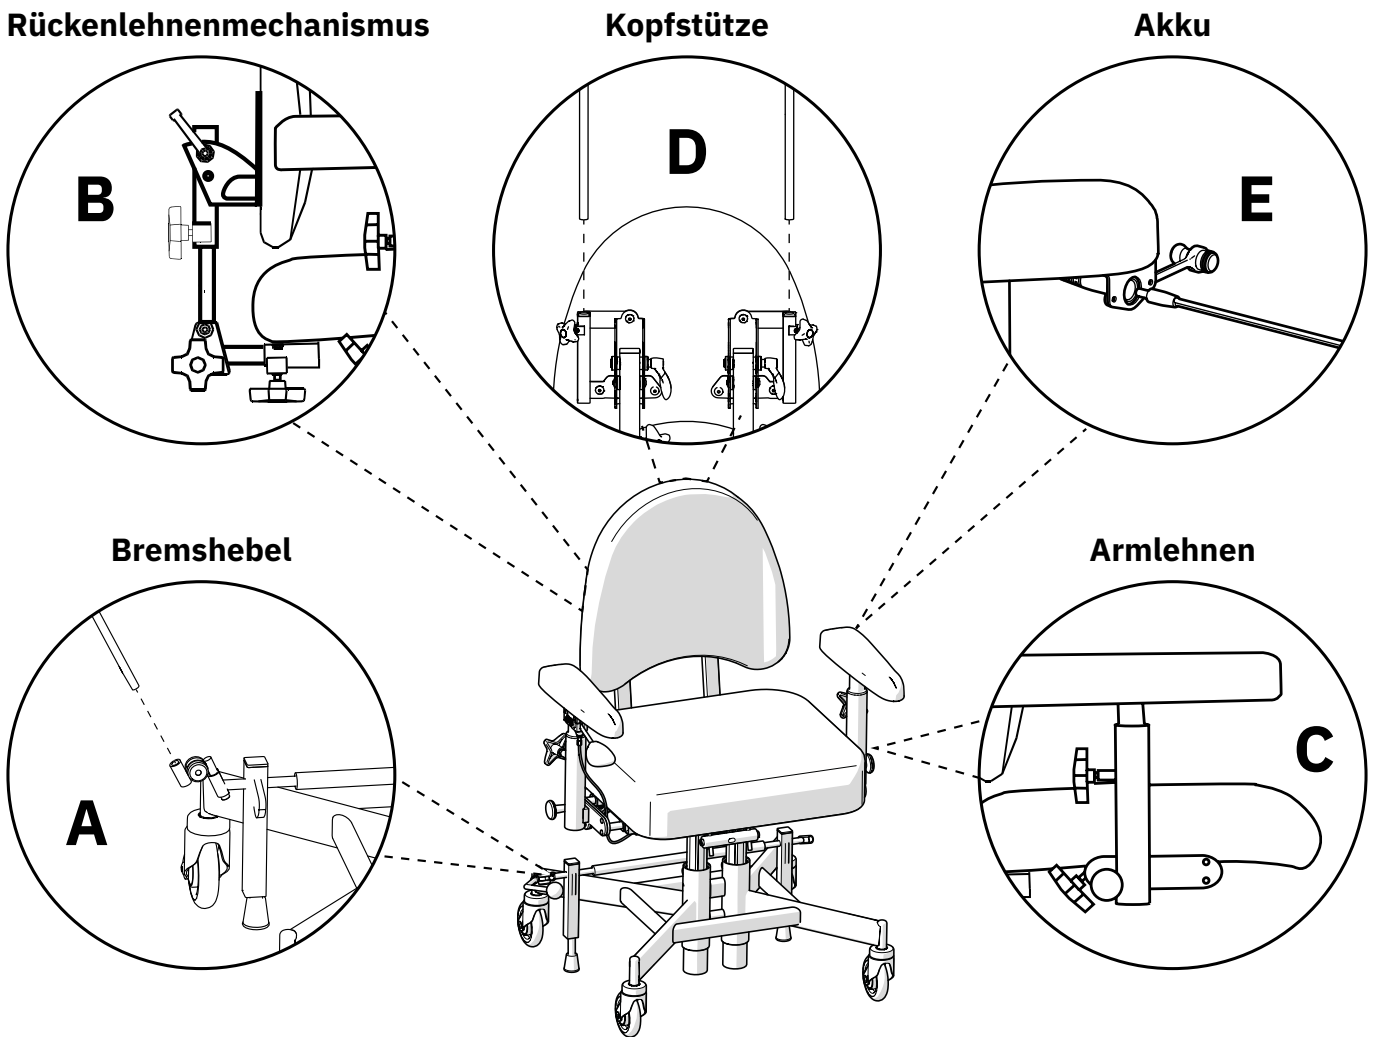

Abb. 2.1. Vorbereitungen vor der Inbetriebnahme des Produkts.
Stecken Sie den Bremshebel in die Bremshebelhalterung (A), siehe Abb. 2.1. Der Bremshebel kann auf der rechten oder linken Seite montiert werden.
Setzen Sie die Rohre der Rückenlehne in den Rückenlehnenmechanismus (B) ein und stellen Sie die gewünschte Höhe ein, siehe Abb. 2.1. Ziehen Sie sämtliche Handschrauben (B) fest.
Lösen Sie die Handschrauben an den Armlehnen (C) und stellen Sie die gewünschte Höhe und Breite ein, siehe Abb. 2.1. Ziehen Sie sämtliche Handschrauben (C) fest.
Sofern das Produkt mit einer Kopfstütze geliefert wird, stecken Sie den Kopfstützenmechanismus in die Halterung an der Rückenlehne (D) und stellen Sie die gewünschte Höhe ein, siehe Abb. 2.1. Ziehen Sie sämtliche Handschrauben (D) fest.
Vor der ersten Inbetriebnahme muss bei elektrischen Modellen der Akku aktiviert und geladen werden. Dazu wird das Akkuladegerät an die Ladebuchse des Produkts und an eine Wandsteckdose (E) angeschlossen, siehe Abb. 2.1. Die Ladebuchse kann an verschiedenen Stellen des Produkts montiert werden. In den meisten Fällen wird das Produkt mit der Ladebuchse an der Rückseite der linken Armlehne geliefert.